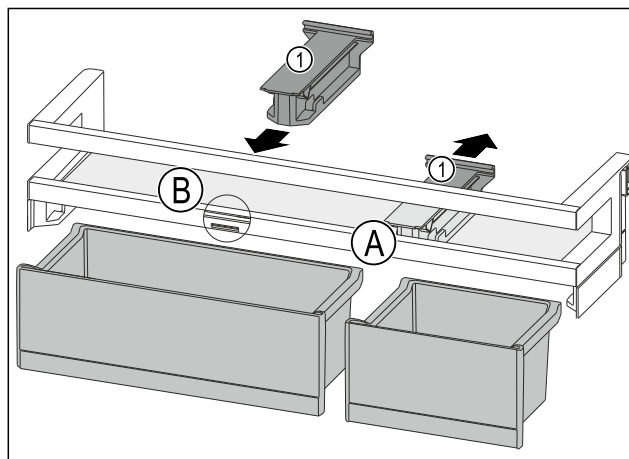

Fig. 224
- Кріпильний елемент Fig. 224 (1) у положенні Fig. 224 (A) витягніть рухом донизу.
- Кріпильний елемент Fig. 224 (1) вставте у положення Fig. 224 (B).